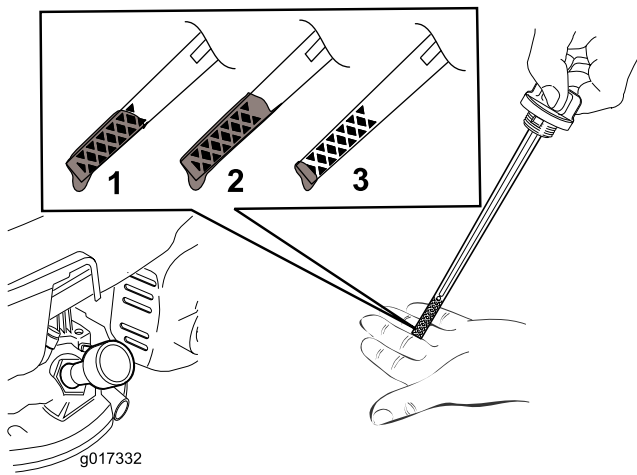

Figura 7
2. Togliete l'asta di livello (Figura 7).
**Nota:** Riempite la coppa dell'olio motore fino a quando l'asta di livello non indica che il livello dell'olio è corretto, come illustrato nella Figura 7. Se riempite eccessivamente il motore, estraete l'olio in eccesso come indicato in Cambio dell'olio motore.